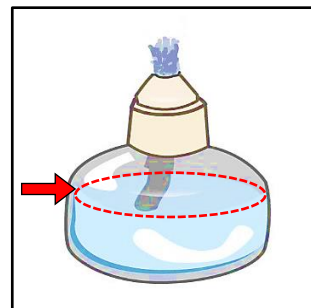

図1 適正なアルコール量
- アルコールの量を確認めます。アルコールは常に容器の8分目ほど入れておきます（図1）。アルコールの量が少ないと容器上部の空気との混合気体に引火し、爆発することがあります。